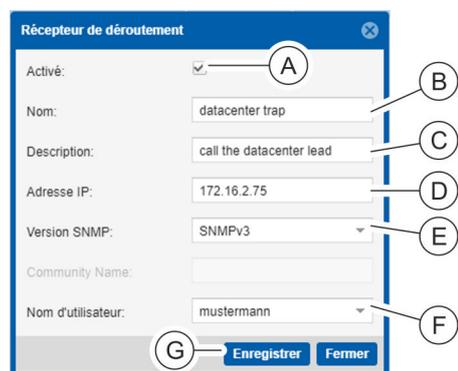

Fig. 144 : Fenêtre « Récepteur de déroutement »
1. Configurer le récepteur de déroutement selon *Ajout d'un récepteur avec SNMPv1/SNMPv2*, étapes 1 à 4 (Fig. 144 /A – D).
2. Sélectionner la version SNMP « SNMPv3 » dans le champ de sélection (Fig. 144 /E).
3. Sélectionner un nom d'utilisateur (Fig. 144 /F).
4. Après avoir saisi les données, quitter la fenêtre en appuyant sur le bouton « *Enregistrer* » (Fig. 144 /G) pour créer la configuration du PDU.